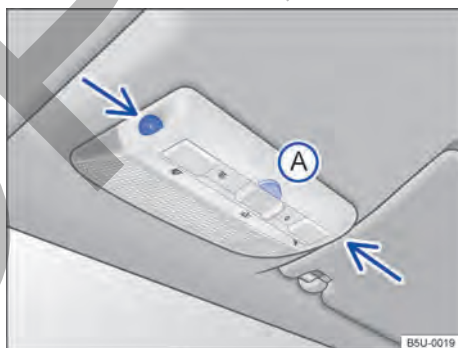

Fig. 46 En la consola del techo: sensores de vigilancia del habitáculo y tecla **A** para desconectar la vigilancia del habitáculo.
La vigilancia del habitáculo dispara la alarma con el vehículo bloqueado, si reconoce movimientos en el interior del vehículo. El sensor y el receptor están ubicados en el conjunto de la luz de lectura → fig. 46 (flechas).
- Presionar la tecla → fig. 46 (A). En el panel de instrumentos se enciende la luz de control .